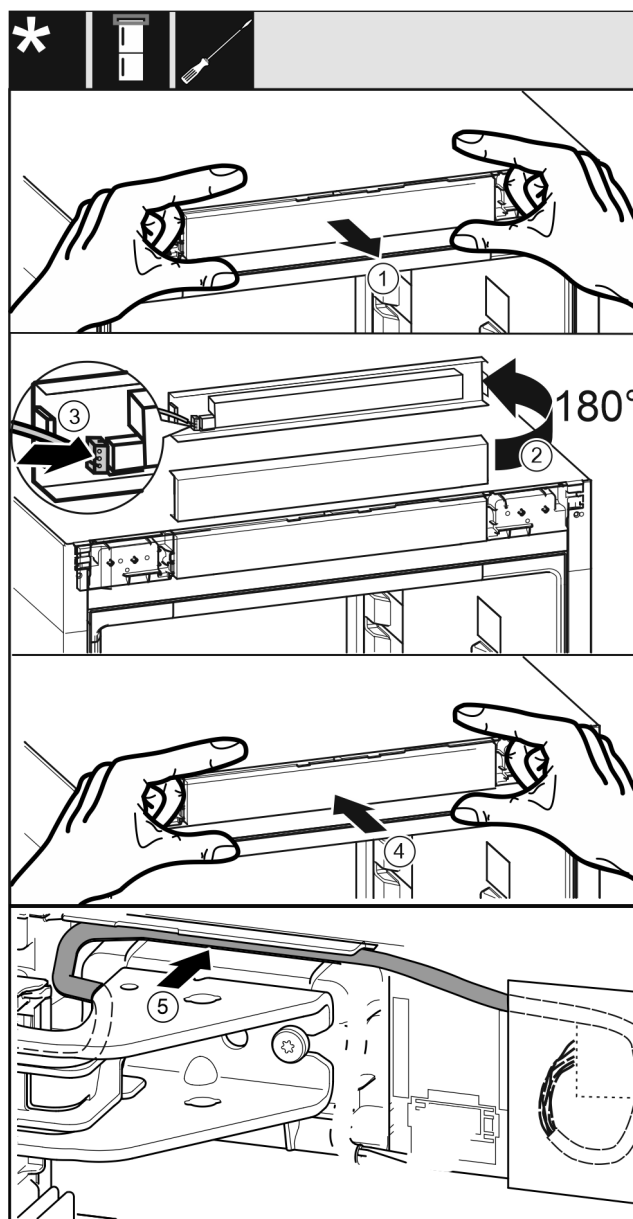

Fig. 40
- ▶ Bedienblende Fig. 40 (1) vorsichtig herausnehmen.
- ▶ Bedienblende Fig. 40 (2) um 180° nach oben drehen.
- ▶ Stecker Fig. 40 (3) an der Bedienteilblende einrasten.
- ▶ Bedienblende Fig. 40 (4) wieder am Gerät einrasten.
- ▶ Kabel Fig. 40 (5) vorsichtig in der Führung über dem oberen Lagerbock verlegen.